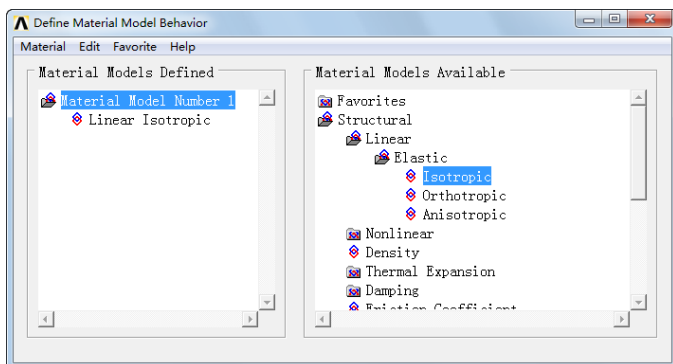
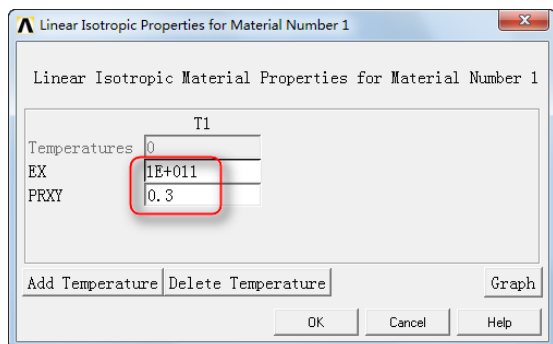

图 16-5 “Define Material Model Behavior”对话框
图 16-6 “Linear Isotropic Material Properties for Material number 1”对话框
⑤设置材料属性：Main Menu > Preprocessor > Material Props > Material Model，弹出如图 16-5 所示的“Define Material Model Behavior”对话框。在“Material Model Available”下双击 Structural > Linear > Elastic > Isotropic，弹出如图 16-6 所示的“Linear Isotropic Material Properties for Material Number 1”对话框，输入“EX”为 $1E+011$ ，“PRXY”为 0.3，单击“OK”按钮，单击菜单栏上的 Material > Exit，完成材料属性的设置。